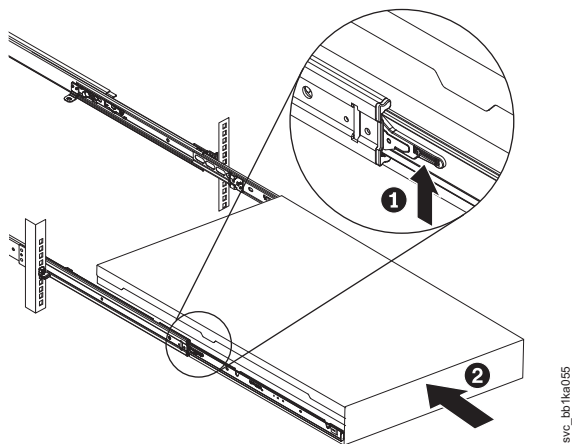

图 179. 抬起机架滑轨的锁定拉杆
11. 抬起滑轨上的锁定拉杆（第 221 页的图 179 中的 **1**），将服务器 **2** 全部推入机架，直到其咔嗒一声锁定到位。